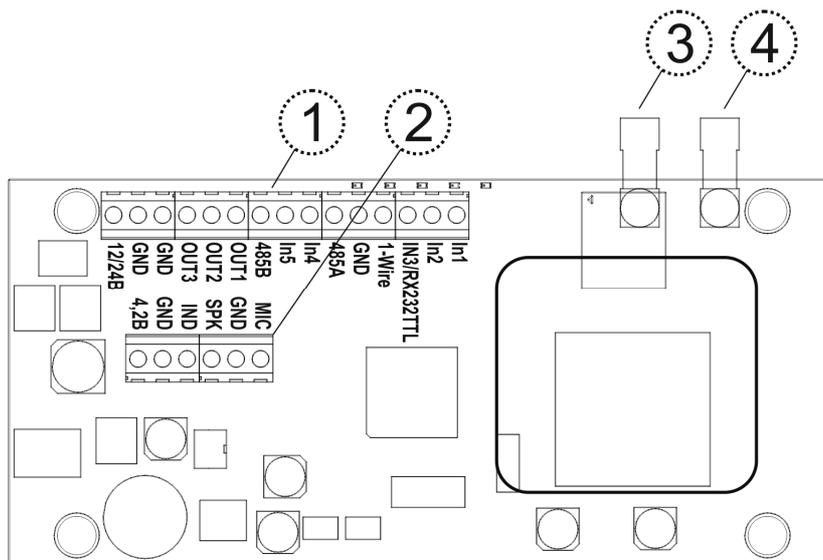

Рисунок 5 – Описание клеммных колодок для подключения внешней периферии
- (1) – Разъем подключения ГЛОНАСС, GPS или ГЛОНАСС/GPS антенны, тип SMA-FEMALE
- (2) – Разъем подключения IRIDIUM антенны, тип SMA-FEMALE
- (3) – Индикаторы состояния работы прибора и выбранной SIM карты. Описание состояния смотрите в Таблице 8 и 9.
- (4) – Кабельный ввод для подключения питания и периферии, Рисунок 5.
- (5) – Разъем компьютерного интерфейса USB, для конфигурирования, смены микропрограммного обеспечения (прошивки).
Подключение питания, датчиков и прочей периферии осуществляется внутри корпуса прибора. Для этого необходимо отвернуть 4 крепежных болта и извлечь процессорную плату устройства из корпуса. Смотри Рисунок 5. На плате расположено два интерфейсных разъема: